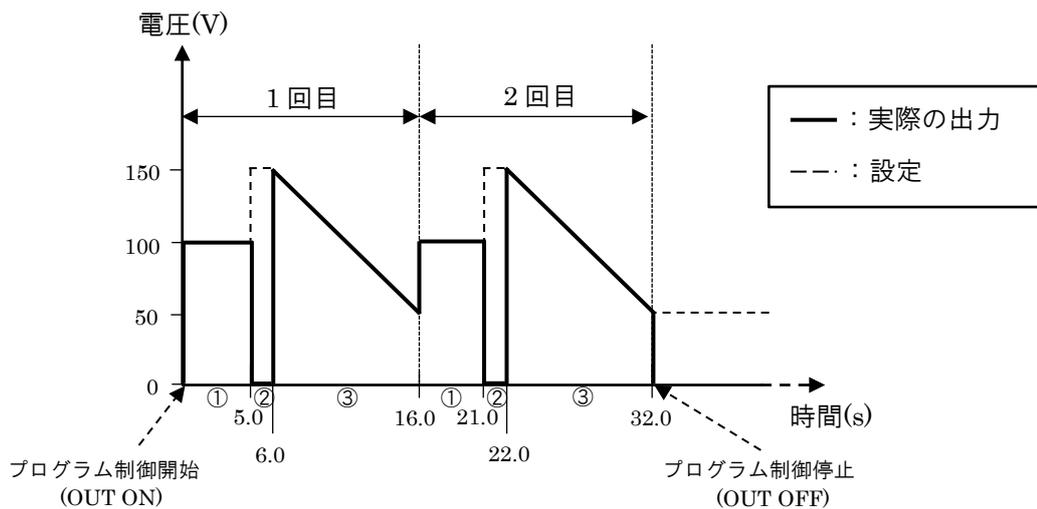

図 8-15 プログラム制御実行結果例
※図 8-15 の①～③は図 8-14 の 1～3 行を示しています。
(2) 行 No.1 の実行 (図 8-15 ①部分)
(3) 行 No.2 の実行(図 8-15 ②部分)
(4) 行 No.3 の実行(図 8-15 ③部分)